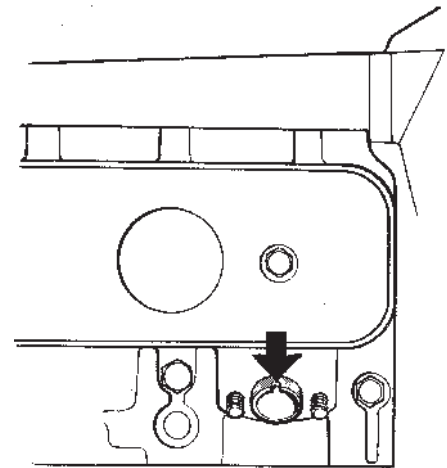

Fig. 111 Position de montage
8. Graisser intérieurement la douille et enfoncer celle-ci et l'outil dans la culasse. Vérifier que le repère de la douille (encoche) est bien tourné vers le haut (figure 111).